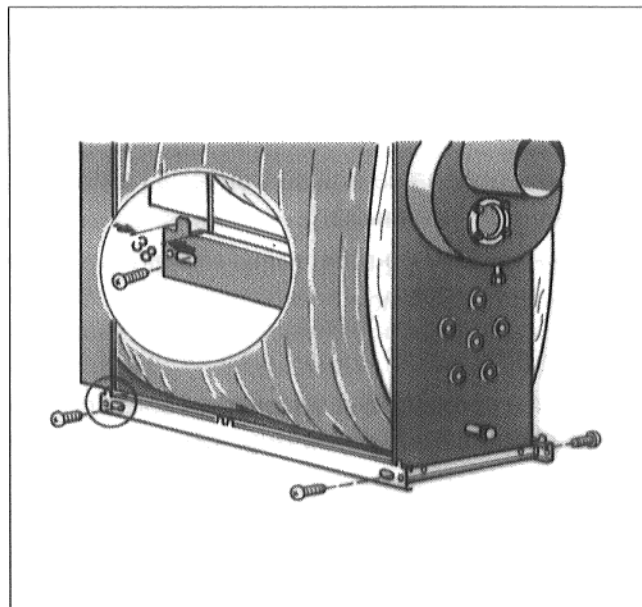

Fig. 9
- Visser sans serrer la baguette droite et gauche du cadre sur la traverse avant et arrière, à l'aide de 2 vis Parker (Fig. 9).
La distance entre le bord avant de la baguette de cadre et la paroi avant de la chaudière doit être de 38 mm (Fig. 9).